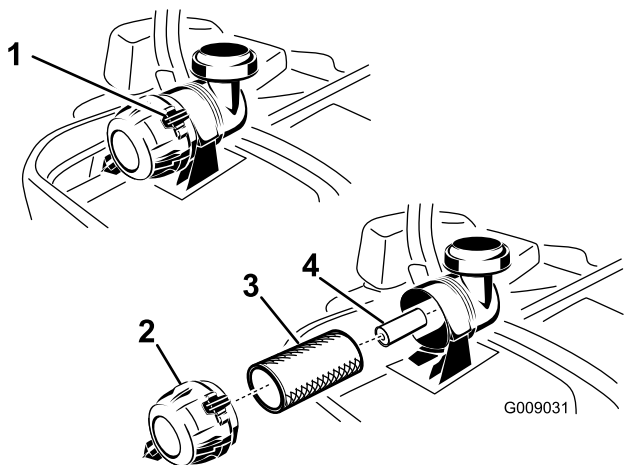

Figura 41
3. Premete verso il basso per rilasciare i dispositivi di fermo sul filtro dell'aria e togliere il coperchio dal corpo del filtro (Figura 41).
5. Estraete con cautela il filtro primario dal corpo del filtro dell'aria (Figura 41). Non urtate il filtro contro il corpo.
1. Non pulite il filtro primario di carta, sostituitelo (Figura 41).
2. Se sostituite il filtro secondario, inseritelo con cautela nel corpo del filtro (Figura 41).
3. Montate con cautela il filtro primario sul filtro secondario (Figura 41). Premete sul bordo esterno del filtro mentre lo inserite, per accertarvi che venga inserito a fondo.
di fermo bloccino il coperchio nella corretta posizione (Figura 41).